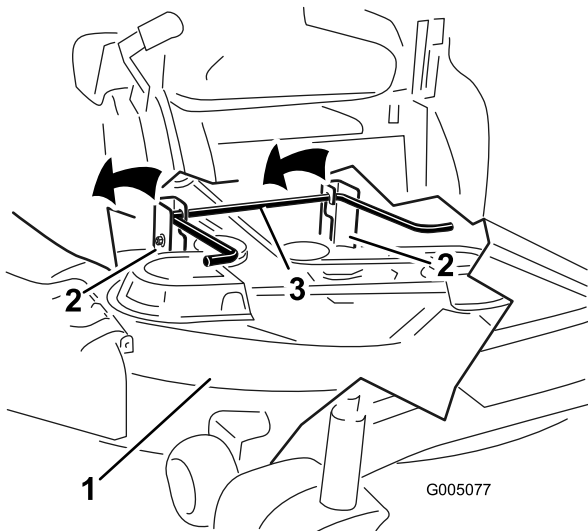
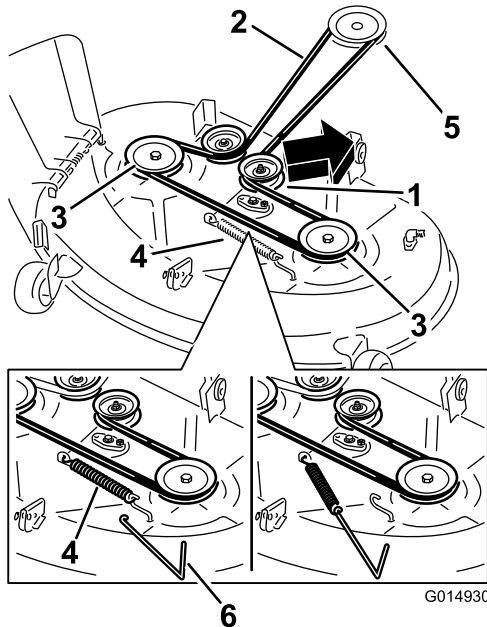
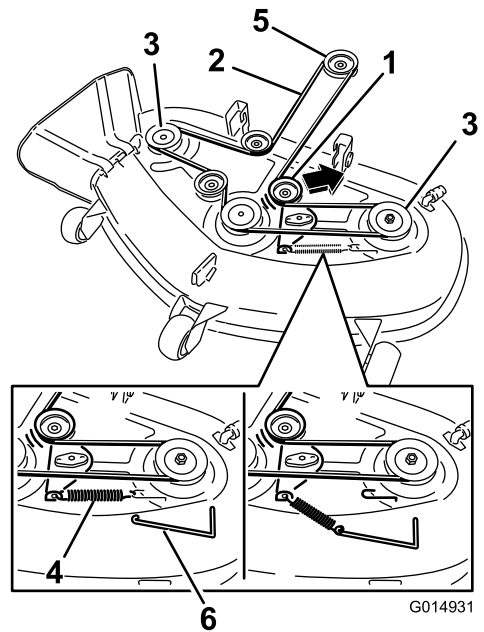

Figura 57
Figura 59
Figura 60
5. Usando las asas de la carcasa de corte, eleve la carcasa de corte y separe ésta y las pletinas de suspensión de la varilla de elevación trasera; luego baje el cortacésped con cuidado al suelo (Figura 57 y Figura 59).
tensión de la polea tensora, y retire la correa de las poleas (Figura 59 y Figura 60).
6. Pase la correa nueva alrededor de las poleas del motor y del cortacésped (Figura 59 y Figura 60).
7. Usando una herramienta para la retirada de muelles (Pieza Toro N° 92-5771), instale el muelle tensor sobre el gancho de la carcasa y tense la polea tensora y la correa (Figura 59 y Figura 60).
5. Eleve la parte trasera de la carcasa de corte y coloque los soportes sobre la varilla de elevación trasera (Figura 57).